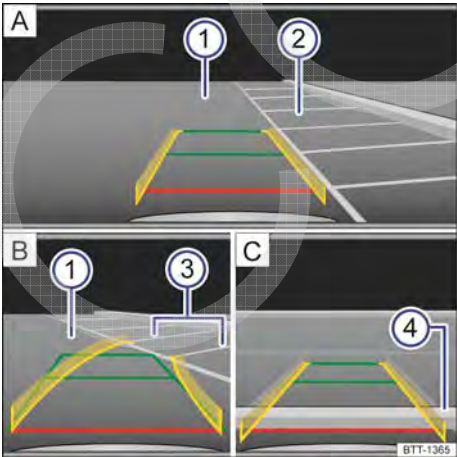

Fig. 195 Exibição do display: entrar na vaga de estacionamento com a câmera de marcha a ré, modo 1.
Legenda para Fig. 195:
Legenda para Fig. 195
- Posicionar o veículo na frente da vaga de estacionamento ② → Fig. 195 A.
- Conduzir lentamente para trás e manobrar de modo que as guias amarelas sejam guiadas ao longo das linhas de limitação lateral ③ da vaga de estacionamento selecionada B.
- Alinhar o veículo na vaga de estacionamento selecionada de modo que as guias verdes e amarelas fiquem em cima das linhas de limitação lateral ③ da vaga de estacionamento selecionada.
- Parar o veículo, o mais tardar, ao atingir a guia vermelha de limitação traseira, por exemplo, o meio-fio ④ C.